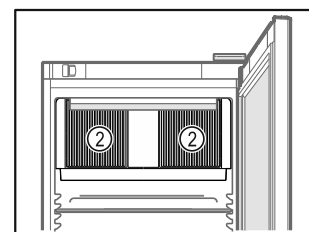

Fig. 59
- ☐ Odstąpić szczeliny wentylacyjne Fig. 59 (2) dmuchawy wewnątrz urządzenia.